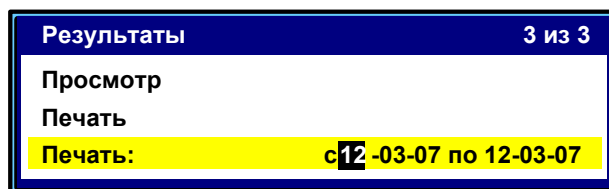

Рисунок 19 – Режим ввода периода печати
4.6.4.1 В режиме ожидания нажать клавишу **«*»**, выбрать пункт меню **«Результаты»** → **«Печать»** и нажать клавишу **«Режим»**. Аппарат переходит в режим ввода периода печати (см. рисунок 19).